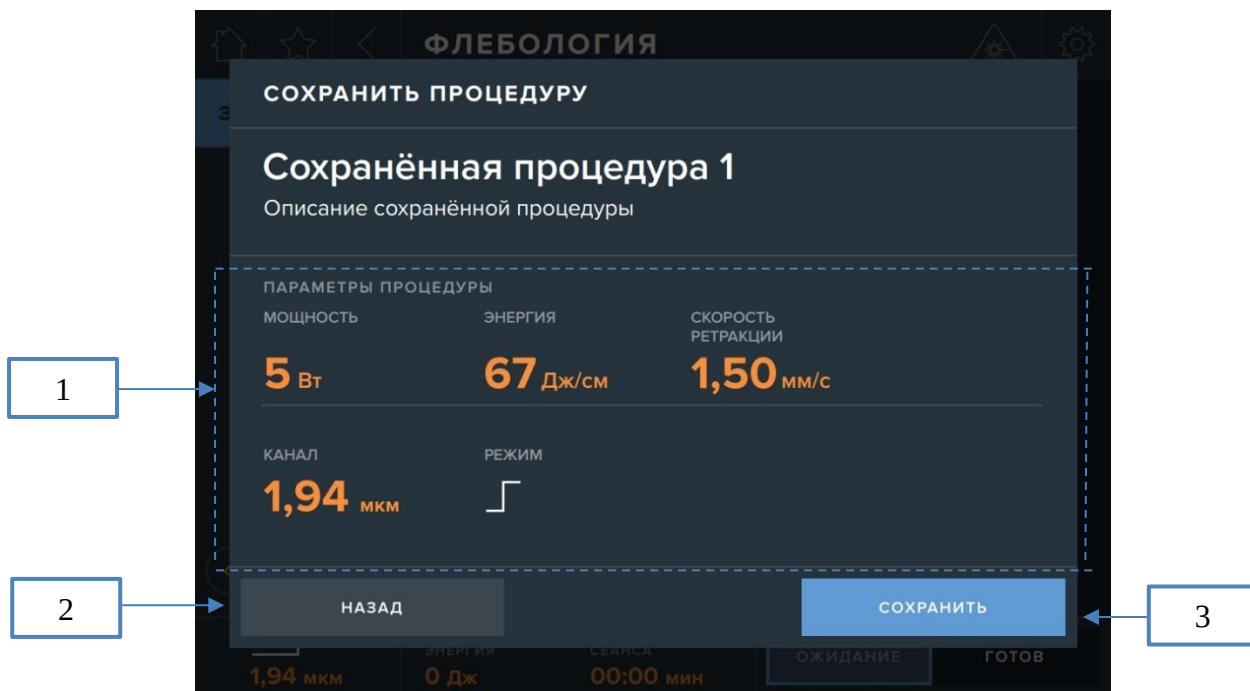

Рис. 20. Экран сохранения пользовательского режима
Для сохранения пользовательского режима нажмите кнопку (3) (рис. 20). Для возврата на предыдущий экран нажмите кнопку (2) (рис. 20).
Перед сохранением проверьте установленные параметры лазерного излучения (1) (рис. 20).